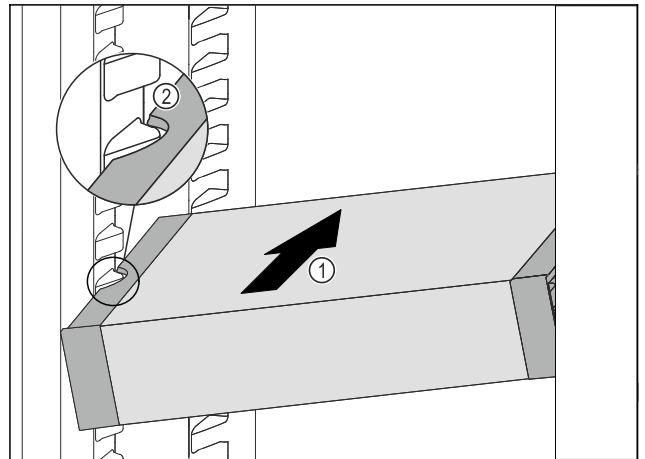

Fig. 36
- ▶ VarioSafe zasúvajte šikmo do chladničky Fig. 36 (1), dokým sa bočné vybrania Fig. 36 (2) VarioSafe nebudú nachádzať vo výške rebra nádoby v chladničke.